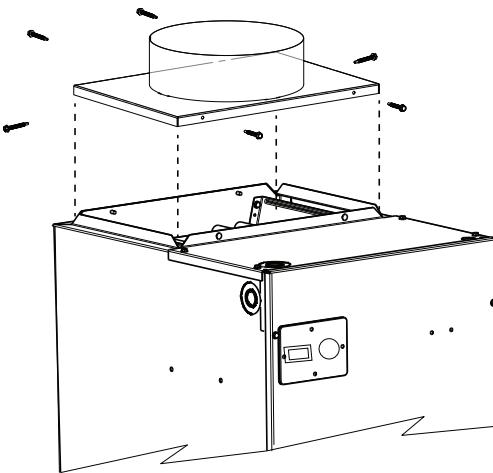

Fig. 3 – Installation type de la transition du conduit A200218A
- Utilisez les vis fournies pour fixer la plaque de transition du conduit rond ou ovale au sommet de l'appareil (Fig. 3). **REMARQUE :** La plaque de transition doit être installée même si l'appareil est utilisé comme épurateur d'air. Un diffuseur d'air en option (KFADG0101SML/LRG) est également disponible pour l'utilisation de l'épurateur d'air.